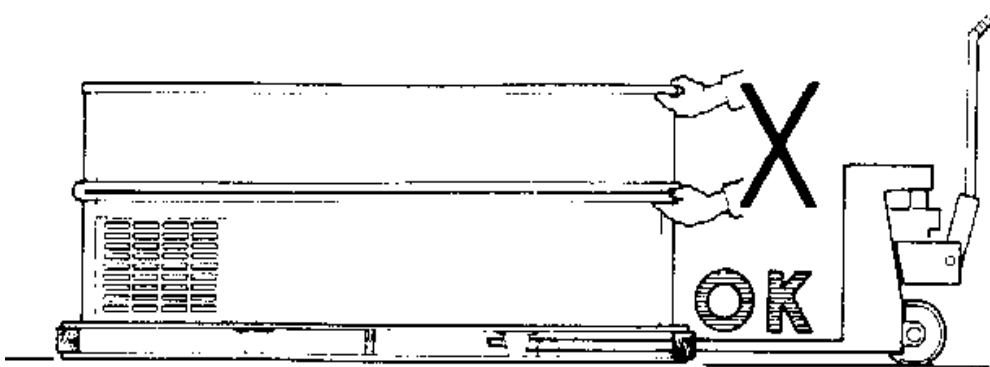

Рисунок 3
- Освободить винты «А» крепления прилавка на поддоне (рисунок 3).
- Прикрутить и отрегулировать по высоте ножки в специальных опорных стойках (рисунок 3).